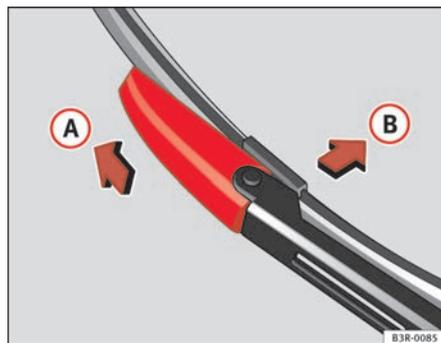

Fig. 177 Extraer la escobilla
- Desplace el elemento de bloqueo de la escobilla en la dirección de la flecha ⇒ fig. 177 (A). Aguante al mismo tiempo la escobilla.
- Saque la escobilla (B) del alojamiento del brazo del limpiaparabrisas.